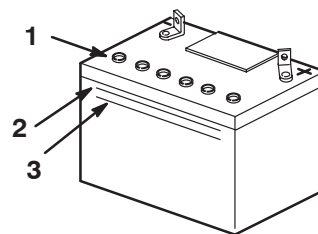

Figure 33
- Observez le côté de la batterie. Le niveau de l'électrolyte doit atteindre le trait supérieur (Fig. 33). Ne laissez pas l'électrolyte descendre en dessous du trait inférieur (Fig. 33).
3. Enlevez les bouchons d'aération de la batterie (Fig. 33).
4. Versez de l'eau distillée avec précaution dans chaque élément jusqu'au repère supérieur (Fig. 33) sur le côté de la batterie.
5. Attendez cinq à dix minutes après avoir rempli les éléments. Ajoutez de l'eau distillée au besoin, pour amener le niveau au repère supérieur (Fig. 33) sur le côté de la batterie.